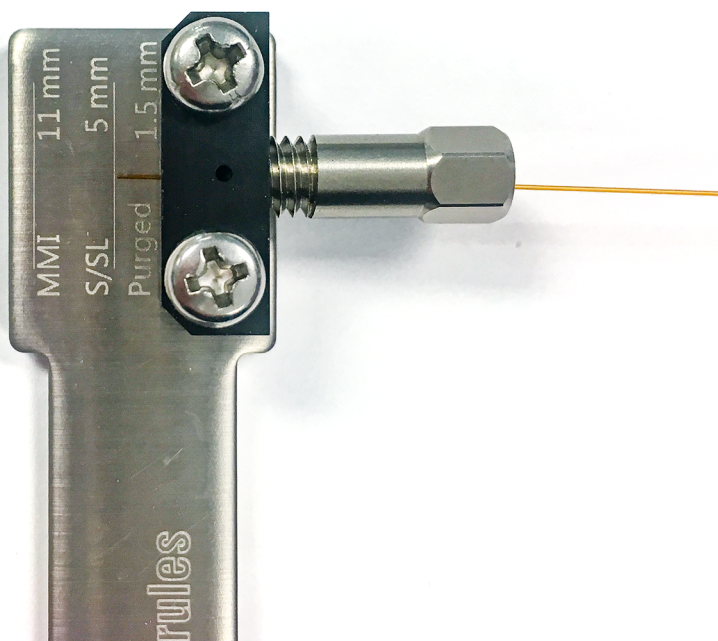

Figura 16. Enrosque la tuerca de columna en la herramienta de conexión
4. Pase sin apretar la tuerca de columna por la herramienta de conexión hasta que comience a notar resistencia. La columna debería deslizarse libremente. Consulte la Figura 16.